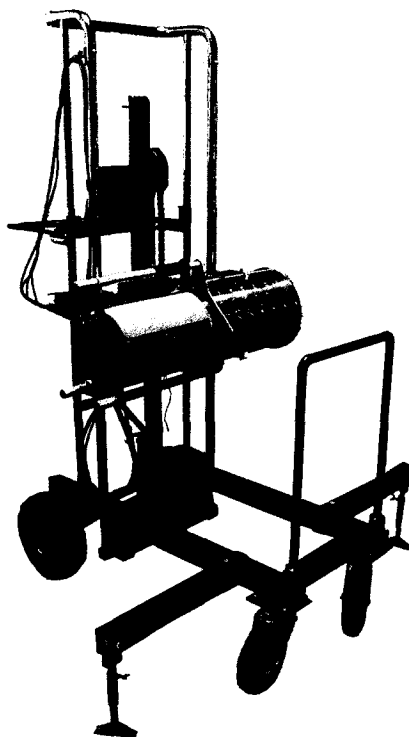

Рис. 37. Внешний вид для варианта исполнения комплекса Эко ПАК-01 для варианта, установленного на тележке.
1.10.22. В случае использования в составе Эко ПАК-01 низкофоновой защитной камеры типа НЗК БД для мобильного транспортирования комплекса рекомендуется использование специальной тележки. Внешний вид такого исполнения изображен на Рис. 37.